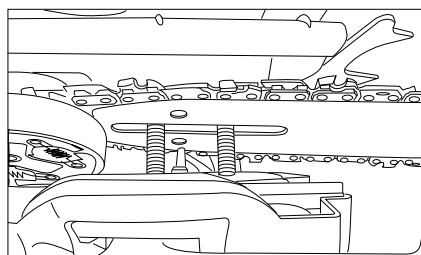

Рис. 9
9. Встановіть назад захисну кришку разом зі щитком гальма ланцюга таким чином, щоб болти встали в призначені для них отвори, а регулювальний штифт натягу ланцюга встав в нижній отвір шини (рис. 9).